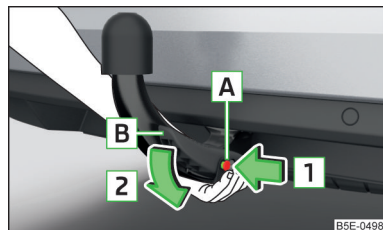

Fig. 176
- Prindeți tija cuplei din partea de jos » fig. 176.